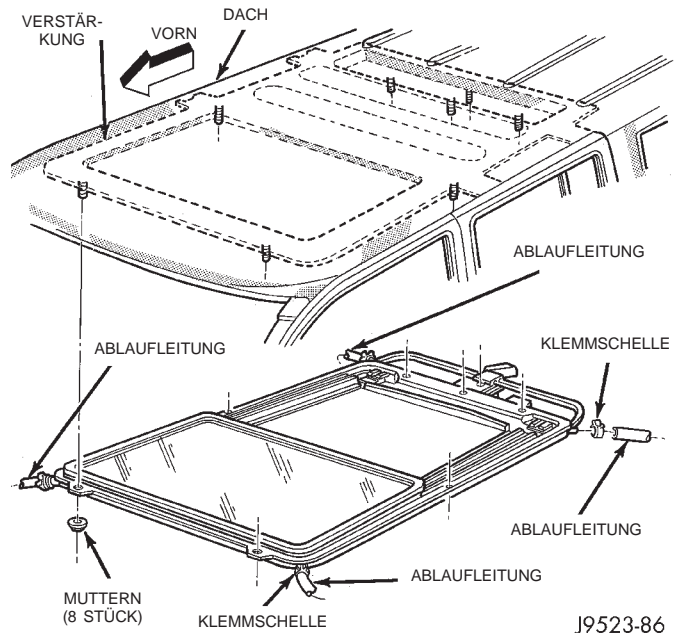
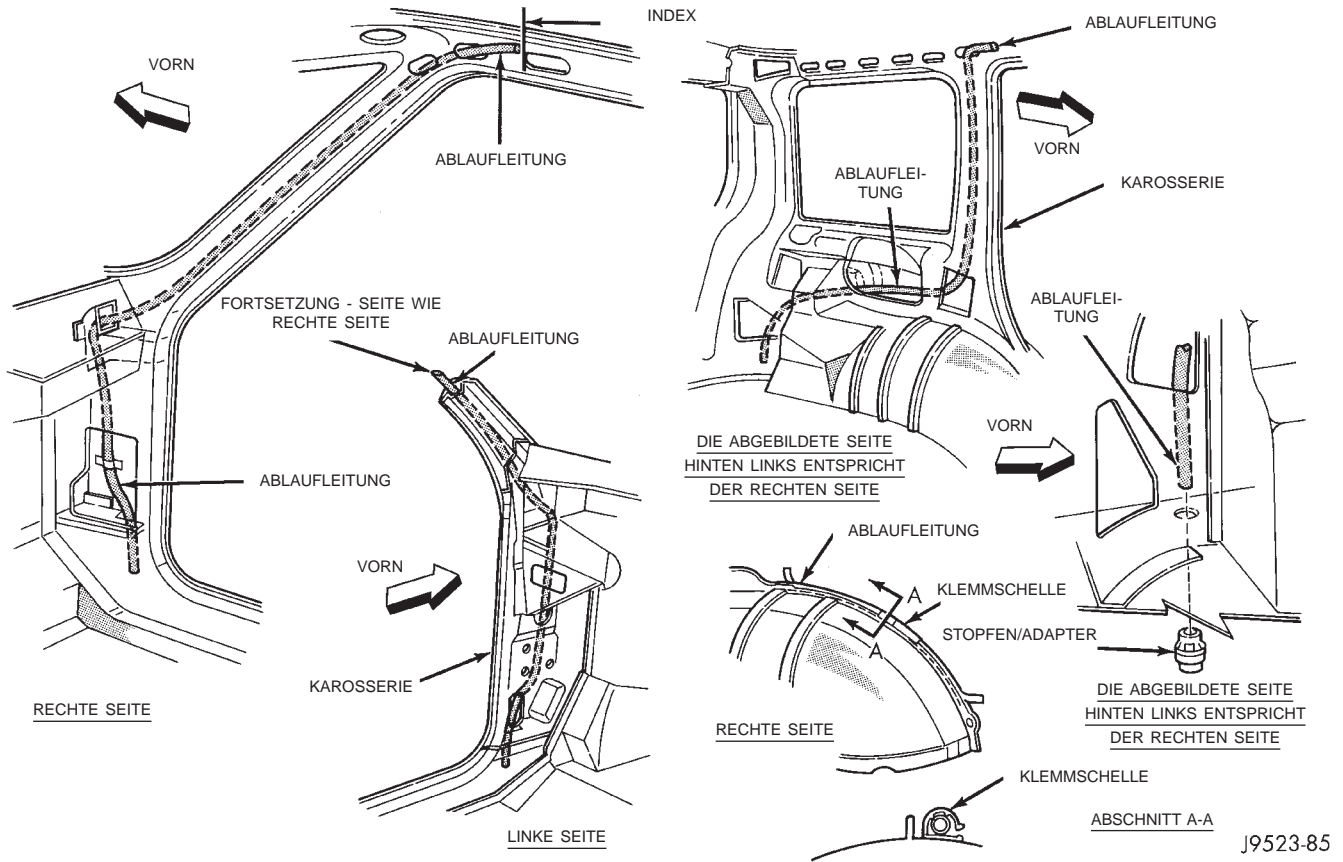

Abb. 6 Ablaufleitung
Abb. 7 Klemmschellen der Ablaufleitung
(1) Dachhimmel abbauen, um die Klemmschellen freizulegen, mit denen die Ablaufleitung am Schiebedach befestigt ist.
(2) Klemmschellen lösen, mit denen die Ablaufleitung am Schiebedach befestigt ist (Abb. 6).
(3) Ende der alten Ablaufleitung mit Klebeband an der neuen Ablaufleitung befestigen. Sicherstellen, daß diese Klebebandumwicklung um die Enden der Ablaufleitungen nicht zu dick wird.
(4) Vordere/hintere Verkleidungen nach Bedarf abbauen, um die Klemmschellen zu lösen, mit denen die Ablaufleitung an der Karosserie befestigt ist (Abb. 7).
(5) Stopfen der Ablaufleitung an der Fahrzeugunterseite herausnehmen.
(6) Von der Fahrzeugunterseite aus die Ablaufleitung vorsichtig durch das Karosserieblech verlegen. Der Ablauf wird erleichtert, wenn man die neue Ablaufleitung mit Seifenlauge befeuchtet.